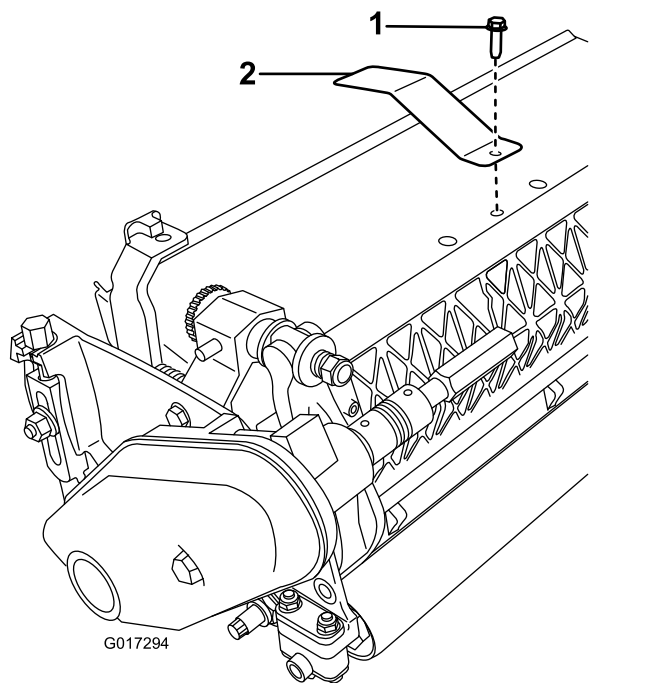

图4
1. 拆下中间的挡草罩螺栓（图4）。
2. 使用之前拆下的螺栓，将靶板安装到滚刀组顶部（图4）。